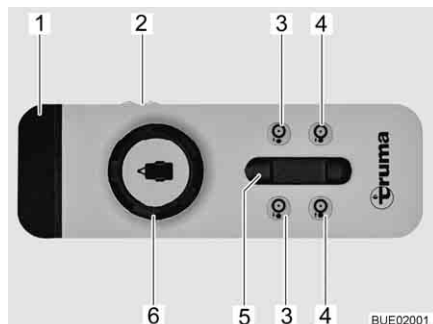

Fig. 2 Télécommande
Le véhicule se commande avec un bouton tournant et un régulateur à coulisse situé sur la télécommande (Fig. 2). Le tableau suivant décrit le fonctionnement des différents boutons d'affichage/de commande :
- Placer l'interrupteur à curseur (Fig. 2,2) de la télécommande sur "MARCHE". La DEL verte 4 (Fig. 2,1) clignote pendant env. 5 secondes et reste ensuite allumée en permanence. Le système d'aide à la manœuvre est maintenant opérationnel.
- Plaquer des deux côtés les rouleaux d'entraînement contre les roues. Appuyer pour ce faire simultanément sur les touches "Plaquer les rouleaux d'entraînement contre les roues" (Fig. 2,4) pendant env. 3 secondes.
- Placer le véhicule dans la position désirée à l'aide du bouton tournant (Fig. 2,6) et du régulateur à coulisse (Fig. 2,5). Le véhicule démarre et est freiné sans à-coups.
- Éloigner des deux côtés les rouleaux d'entraînement des pneus. Appuyer pour ce faire sur les touches "Éloigner les rouleaux d'entraînement des roues" (Fig. 2,3) pendant env. 3 secondes.
- Placer l'interrupteur à curseur (Fig. 2,2) de la télécommande sur "ARRÊT".
Quand quelque chose attire l'attention durant le fonctionnement (par exemple comportement incontrôlé du système d'aide à la manœuvre) : Placer l'interrupteur à curseur (Fig. 2,2) de la télécommande sur "ARRÊT".